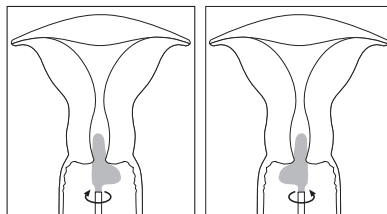

Fig. 2
- En tenant l'écouvillon dans cette position, le faire tourner 3 fois dans le sens des aiguilles d'une montre et 3 fois dans le sens inverse; s'assurer que le segment long du „L" touche bien le canal cervical et que le segment court du „L" tourne autour de l'endocol; voir la Fig. 2.